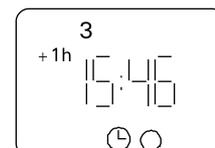

Figure 6.
- opération pour repasser à l'heure d'hiver. appuyez sur [m+] pour régler les minutes. Une seule pression rajoute une minute à chaque fois, une pression continue accélère le déroulement des minutes. (Fig. 6)